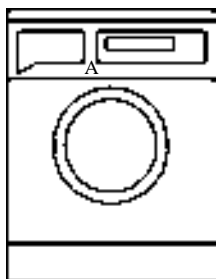
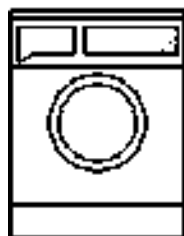

图 17.6.14 绘制矩形（二）
图 17.6.15 定义用户坐标系
(1) 定义用户坐标系 (UCS)。在命令行中输入命令 UCS 后按 Enter 键，输入字母 N 后按 Enter 键，捕捉图 17.6.14 所示的交点 A 并单击，此时用户坐标系便移至指定位置，如图 17.6.15 所示。
(2) 选择下拉菜单 **绘图(D)** → **矩形(R)** 命令，在命令行的提示下输入“45、60”后按 Enter 键，在命令行中输入 D 后按 Enter 键，输入矩形的长度为 330，宽度为 60，在屏幕上相应的位置单击以确定矩形另一个角点，完成矩形的绘制。